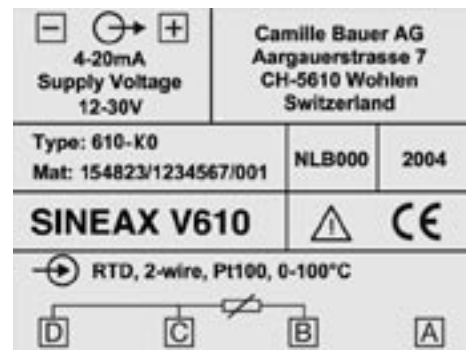

Bild 7. Beispiel eines Typenschildes.
- ... dass die Daten, die zur Lösung der Messaufgabe erforderlich sind, mit denen auf dem Typenschild (Bild 7) des SINEAX V 610 übereinstimmen.